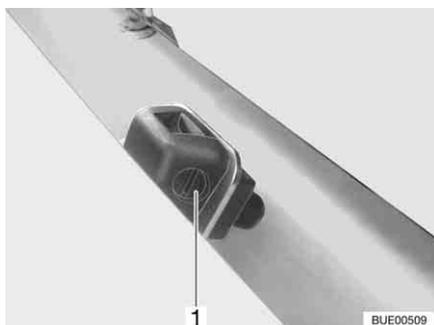

Bild 44 Scheibenwaschdüse
- Mit einem geeigneten Schraubendreher an der Stellschraube (Bild 44,1) drehen, bis die gewünschte Stellung erreicht ist.